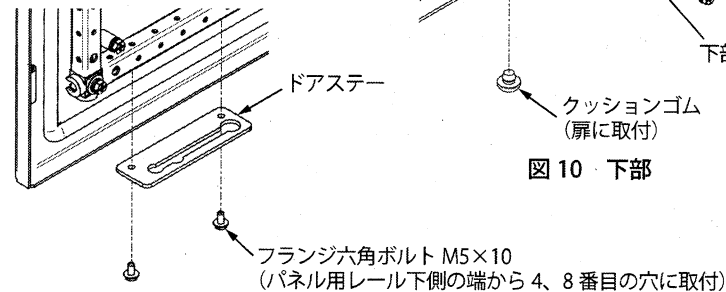

図8 ドアステー部詳細
3. ドアステーおよびクッションゴム2個を上下対称位置に付替えます。（図8、10）